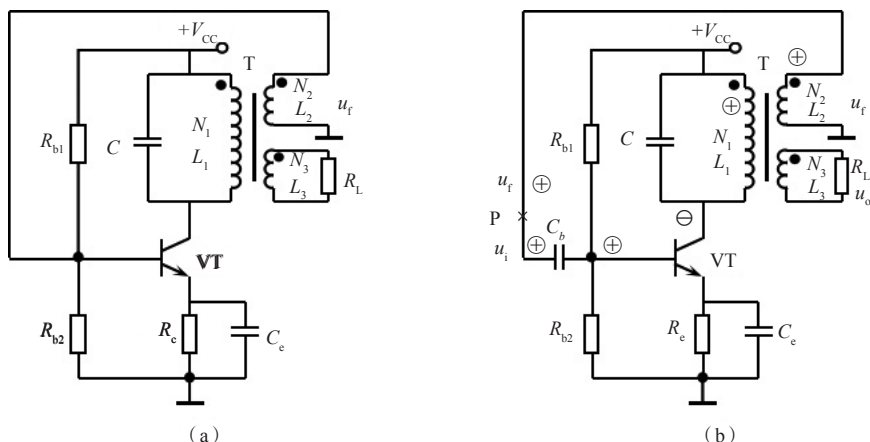

图 4-12 判断能否振荡
例:判断如图 4-12 所示电路能否产生自激振荡。
解:(1)图 4-12(a)所示电路中,三极管 VT 基极偏置电阻 R_{b1} 被反馈绕组 L_2 短路接地,使 VT 处于截止状态,不能进行放大,所以电路不能产生自激振荡。
(2)图 4-12(b)所示电路中,经检查,放大电路、反馈和选频电路都能正常工作。用瞬时极性法判断电路是否满足相位平衡条件,具体做法是:断开 P 点,在断开处引入信号 u_i ,给定极性对地为正(用 \oplus 表示),根据共射电路的倒相作用,可知集电极电位为负(用 \ominus 表示),于是 L_2 同名端为正,根据同名端的定义可知, L_2 同名端也为正,反馈电压 u_f 极性为正,显然 u_f 和 u_i 同相,所以电路能产生自激振荡。